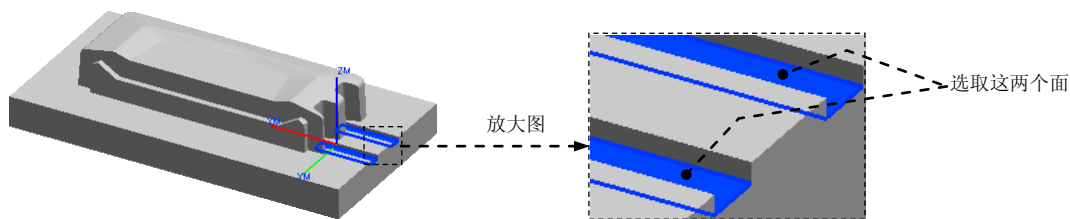

图 10.3.10 指定切削区域
Step2. 选取图 10.3.10 所示的面为切削区域, 在“切削区域”对话框中单击 **确定** 按钮, 完成切削区域的创建, 同时系统返回到“面铣削区域”对话框。